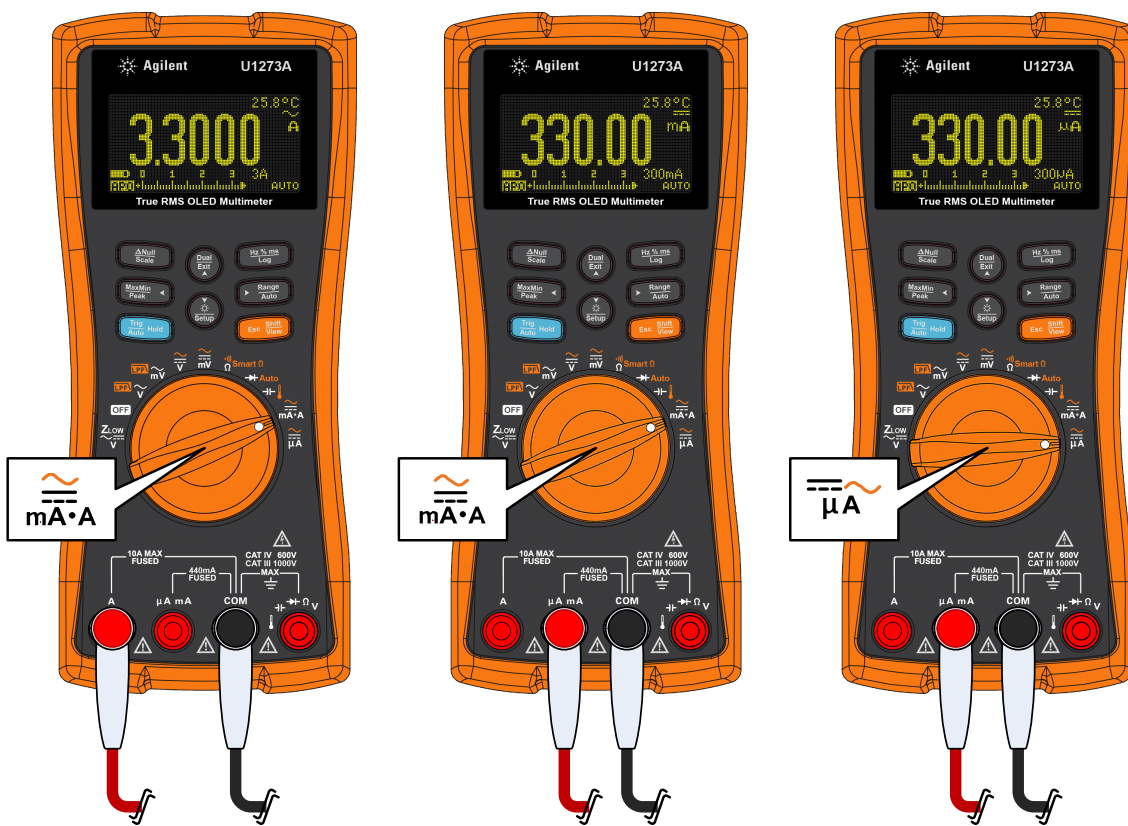

Abbildung 2-32 Einrichtung der Stromstärkemessung
- Um das Auslösen der 440 mA-Sicherung des Multimeters zu vermeiden, verwenden Sie den Anschluss  **$\mu\text{A}$  mA** nur, wenn Sie sicher sind, dass die Stromstärke unter 400 mA beträgt. Siehe Abbildung 2-32 für Testleitungsverbindungen und Funktionsauswahl. Weitere Informationen zu den Warnmeldungen des Multimeters bei Stromstärkemessungen, bei denen die Leitungen nicht korrekt angeschlossen sind, finden Sie unter „Eingangswarnung“.